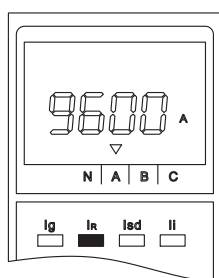
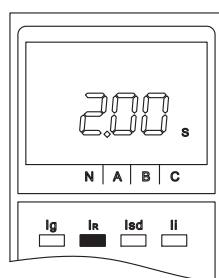

图79 脱扣电流
图80 脱扣时间
- ④ 脱扣状态：控制器正常运行时，按两下“菜单”键，则显示上一次脱扣信息，1min内自动进入正常运行状态，也可按“返回”键进行复位，详见图79、图80。